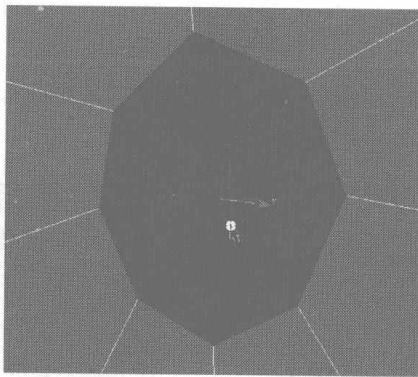
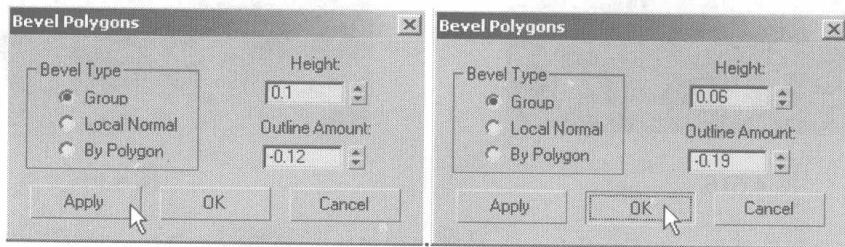

图 4.610
图 4.611
- 57** 选择如图 4.610 所示导航键上刚制作出的面, 在 Edit Polygons 卷展栏中单击 **Bevel** 右侧的小按钮, 在弹出的对话框中分别设置倒角参数, 如图 4.611 所示。